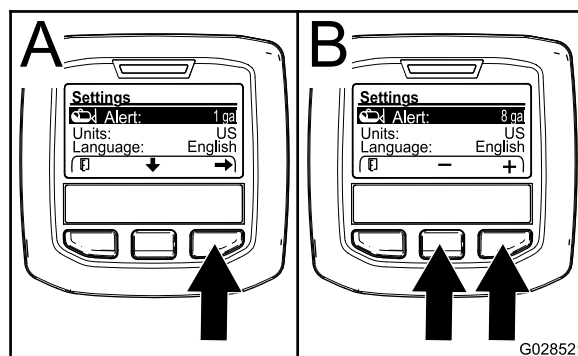

Рисунок 69
2. Нажмите среднюю кнопку выбора, чтобы выделить настройку Alert (Предупреждение) (Рисунок 69).
3. Нажмите правую кнопку выбора (Рисунок 69).
4. С помощью средней или правой кнопки выбора введите минимальный объем жидкости в баке, при котором во время работы опрыскивателя будет появляться предупреждение на дисплее (Рисунок 69).